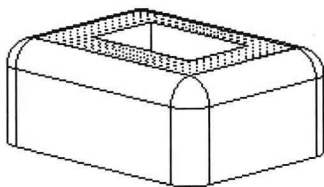
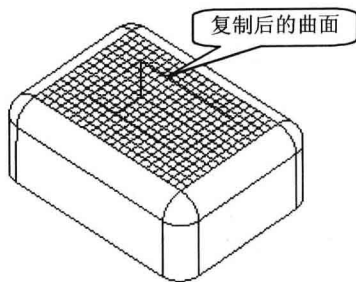

图 1.4
图 1.5
- (1) 单击背景, 选择如图 1.4 所示的曲面。
- (2) 在工具栏中单击按钮, 然后单击按钮。
(3) 在操控面板中单击“选项”(Options) 按钮, 选择“排除曲面并填充孔”选项, 激活“填充孔/曲面”编辑框。
- (4) 单击该曲面即可选择孔的边界。
- (5) 单击鼠标中键。如图 1.5 所示为复制后的曲面。